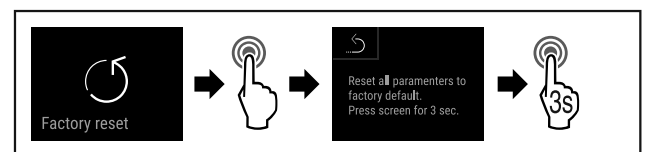

Fig. 163
- ▶ Seguir los pasos de procedimiento (consulte Fig. 163).